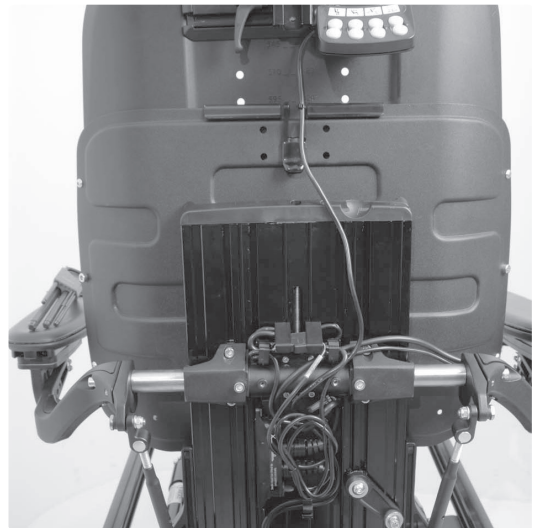

Bild 4. Kabelns placering under kåpan.
9. Dra kablaget i en mjuk böj, tänk på att rygglidningen orsakar läges förändringar mellan kabelns infästnings punkter. linda ihop överblivet kablage och fäst det med buntband, bild 4.